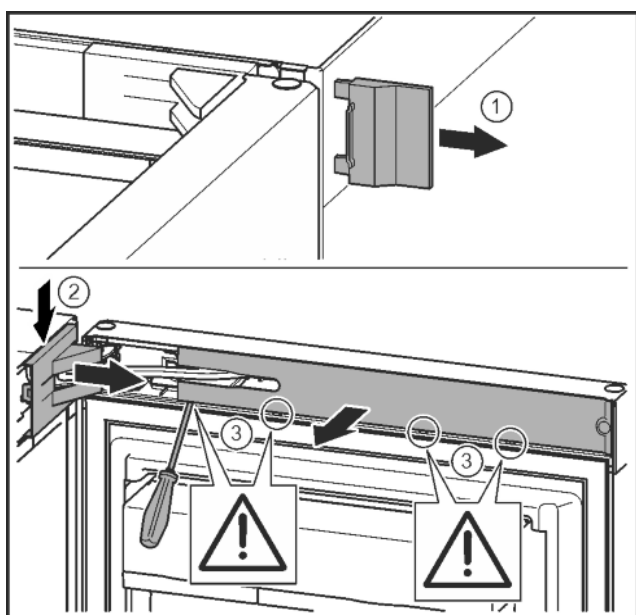

Fig. 12
- Detașați capacul exterior. Fig. 12 (1)
- Deblocați și desprindeți capacul suportului de lagăr. Scoateți capacul suportului de lagăr. Fig. 12 (2)
- Deblocați masca cu șurubelnița plată și pivotați-o în lateral. Fig. 12 (3)